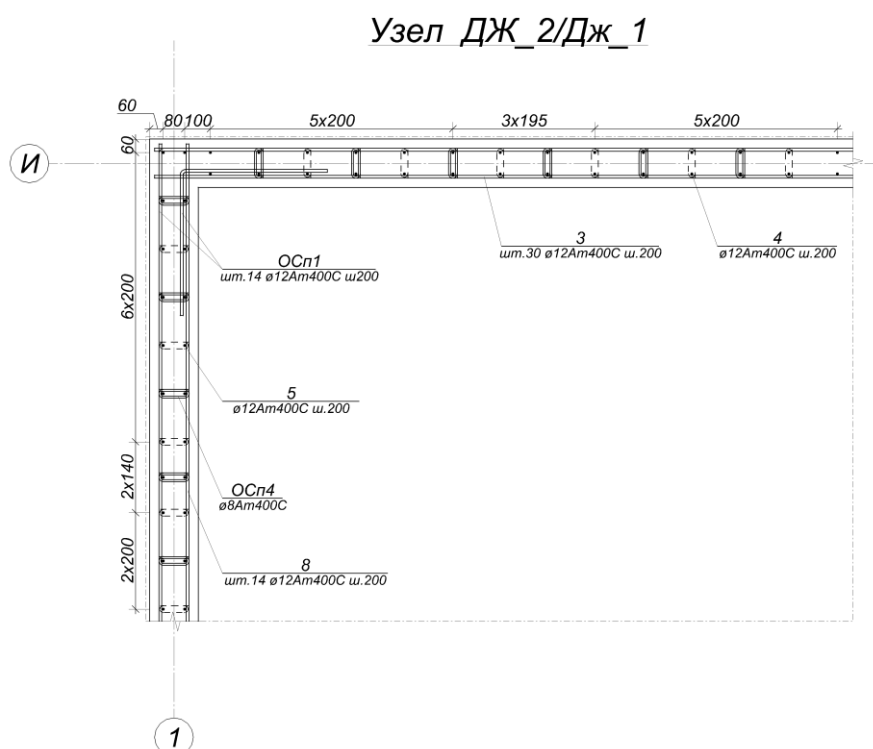

Рис.8.28. Узел армирования стен ДЖ_2/ДЖ_1
- Аналогичным способом создайте марки-выноски для всех вертикальных и горизонтальных зон армирования (рис.8.28). При необходимости, используйте команду  **Перенос вершины** (панель **Корректировка** на вкладке **Аннотации**), чтобы отредактировать положение выноски.
- Выполните образмеривание зон армирования, последовательно указывая стержни (рис.8.28).